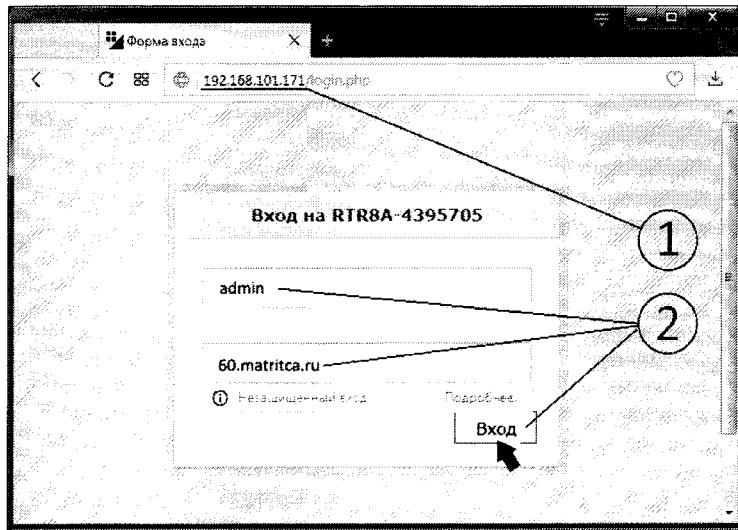

Рисунок 1 - Подключение к УСПД через веб-интерфейс
7.3.5.1 Открыть новую страницу в интернет-браузере, в адресной строке указать IP-адрес УСПД (рис. 1, поз. 1), нажать кнопку «Enter» на клавиатуре.
7.3.5.2 Если IP-адрес указан верно и УСПД подключен к локальной сети, то появится диалоговое окно в котором необходимо указать логин и пароль доступа и нажать кнопку «Вход» (рис. 1, поз. 2). Более подробно описание процедуры подключения к УСПД через веб-интерфейс описано в «Устройство сбора и передачи данных 8 версии» Руководство по эксплуатации», приложение 1.